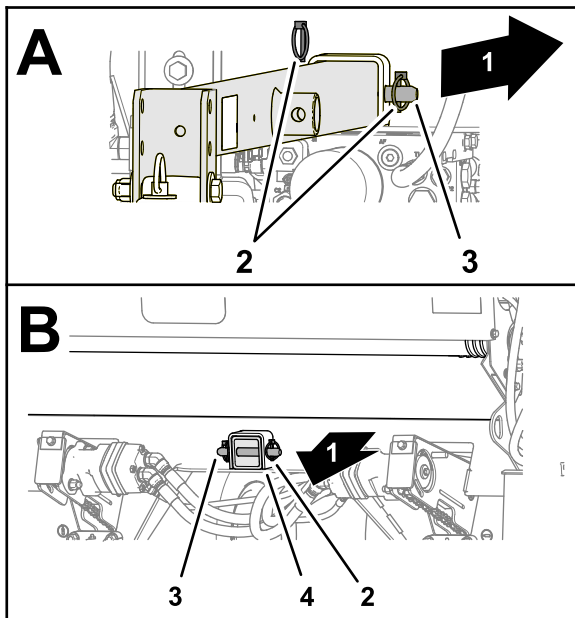

Figure 4
2. Alignez les trous du timon et les trous des tubes récepteurs, et fixez le timon aux tubes au moyen des 2 axes de chape et des 4 goupilles à anneau (Figure 4).